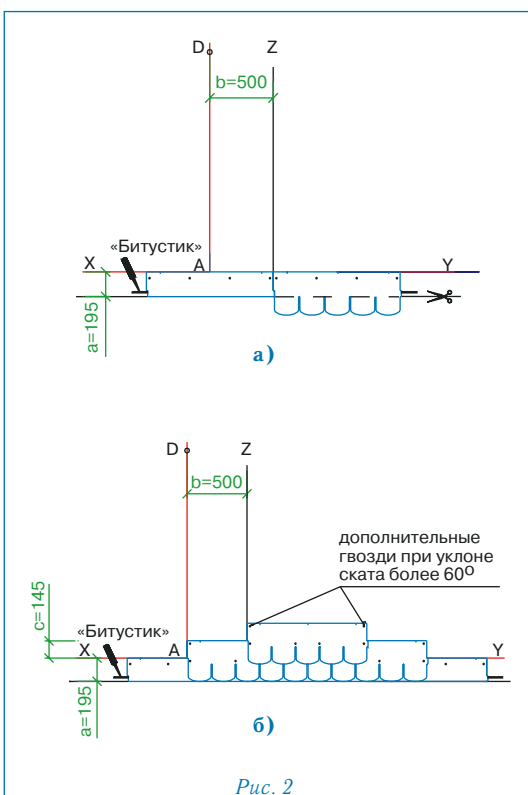

Рис. 2
Укладка материала (рис. 2)
- Начальный ряд формируется из листов черепицы ПРЕСТИЖ ТРАДИШНЛ, обрезанных по линии, образованной конечными точками вырезов. Полученные таким образом полосы шириной 19,5 см укладываются по линии карниза в обе стороны от линии Z (рис. 2а) и фиксируются по нижнему краю битумной мастикой «Битустик», а по верхней кромке 4 гвоздями (ось гвоздей на 5 см ниже верхнего края полосы);
- далее первый ряд черепицы укладывается от линии AD (рис. 2б);
- второй ряд укладывается от линии Z (со смещением 50 см от AD) (рис. 2б);